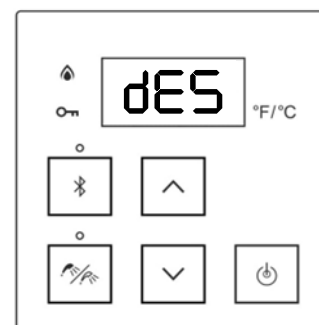

Figure 76
11. Appuyer sur le bouton « B » pendant une seconde, puis le relâcher lorsque l'écran affiche « dES » (détartrage) (figure 76). Appuyer sur le bouton « A ». L'indication « dES » clignote.